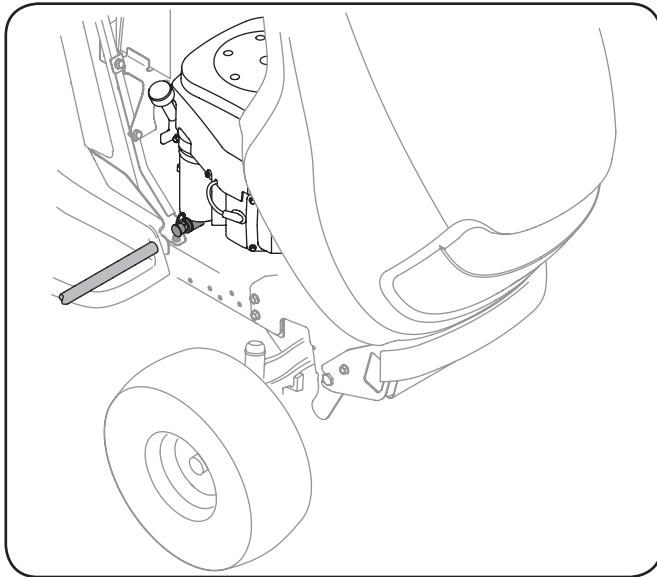

Figura 6-1
3. Abra el tapón protector en el extremo de la válvula de drenaje de aceite para dejar expuesto el orificio de drenaje. Vea la Figura 6-1.
4. Una el acople de la manguera al puerto de agua que se encuentra en la superficie de la plataforma. Vea la Figura 6-1.